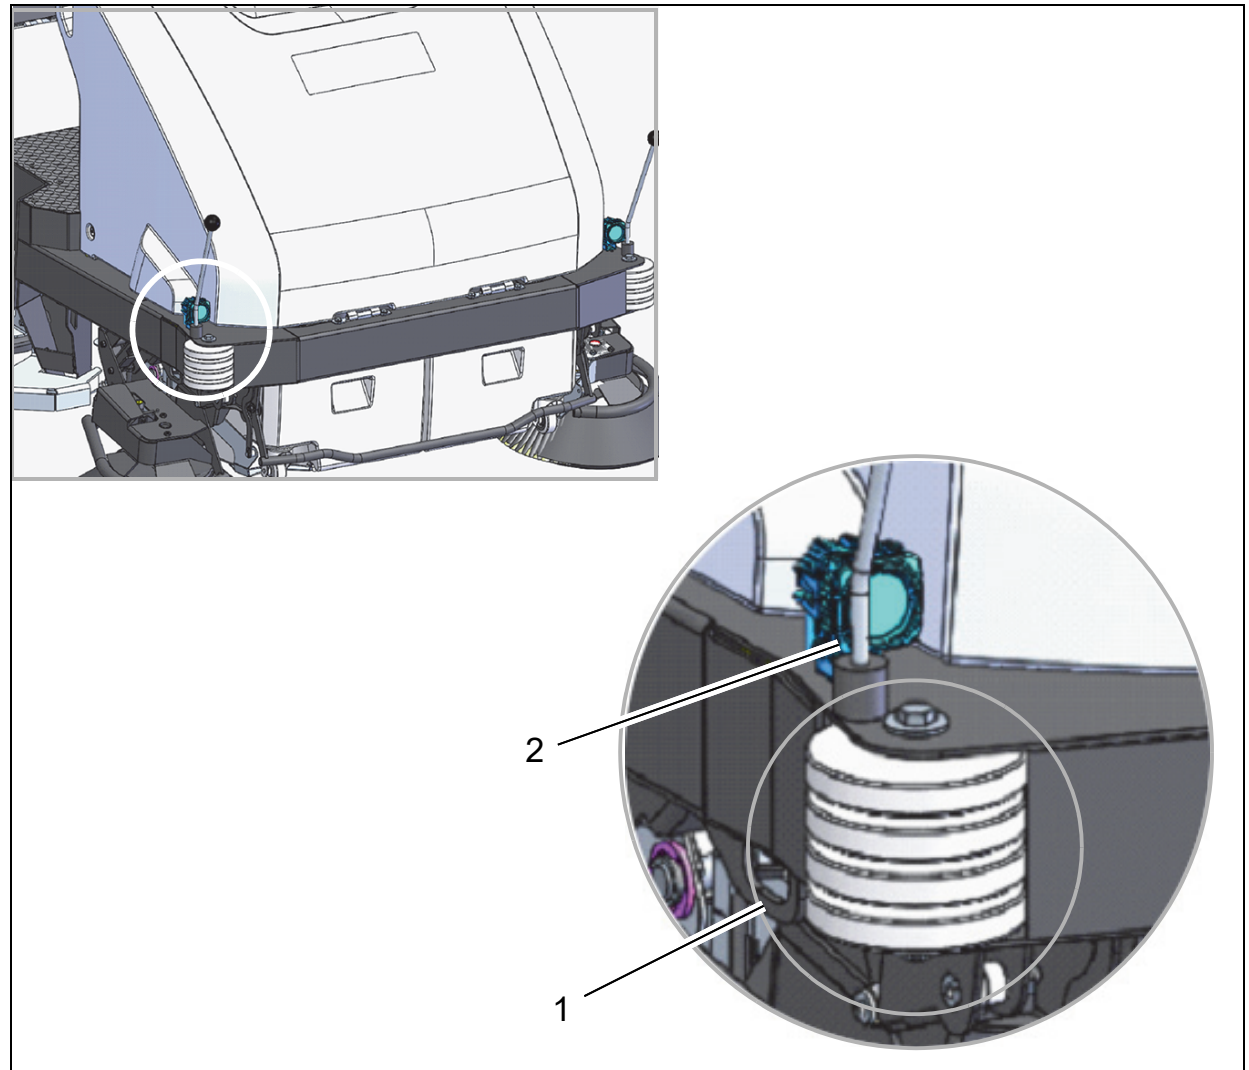

Abb. 3
Vor der Montage des LED-Arbeitsscheinwerfers müssen die vier Anfahrrollen mit Normteilen entfernt werden (Abb. 3/1).
3. LED-Arbeitsscheinwerfer mit Unterlegscheibe und Mutter am Rahmen befestigen (Abb. 3/2).